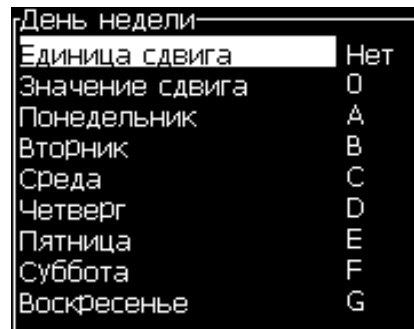

Рисунок 5-46: Закодированный день недели
- 3 Выберите *Setup Encoded Day of Week* (Установка закодированного дня недели) и нажмите *Enter* (ввод), чтобы открыть диалоговое окно *Day of Week* (День недели) (смотрите Рисунок 5-46 на странице 5-53).